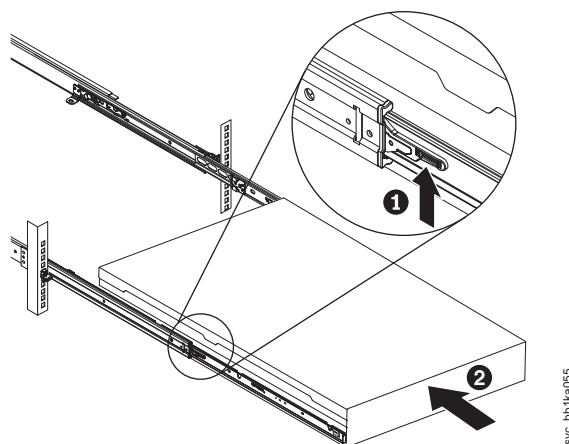

図 85. ラックのスライド・レールのロック・レバーを上げる
7. ラック上で完全に伸ばした位置までノードを引き出した場合は、スライド・レール上のロック・レバー (図 85 の **1**) を上げて、サーバー **2** を、所定の位置にカチッと音を立てて収まるまで、ラック内に完全に押し込みます。